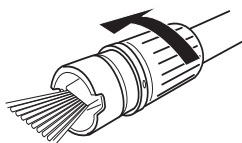

Fig. 7, pulverização em leque
Gire o bocal de pressão (1a) para ajustar o jato de água da lança de pressão (1), de acordo com a superfície que pretende limpar. A seta no bocal de pressão indica a aplicação ajustada, indicada com símbolos no bocal (Fig. 7, 8).